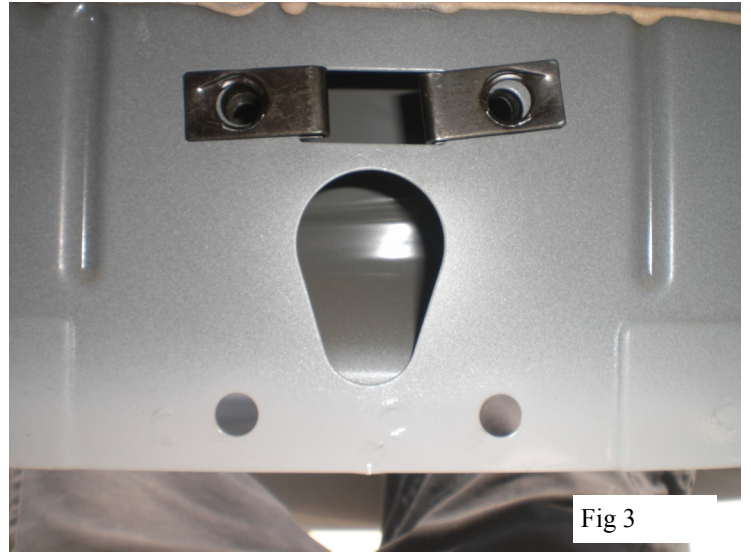

Fig 3
4. Move to the middle of the cab and remove the tape covering the rocker panel holes. Insert two (item 9) M10 nut clips into the top holes, (fig 3)
4. Se déplacer vers le milieu de la cabine et retirer l'adhésif recouvrant les trous du bas de caisse. Insérer deux (pièce 8) M10 clips écrou dans les trous supérieurs. (Figure 3).